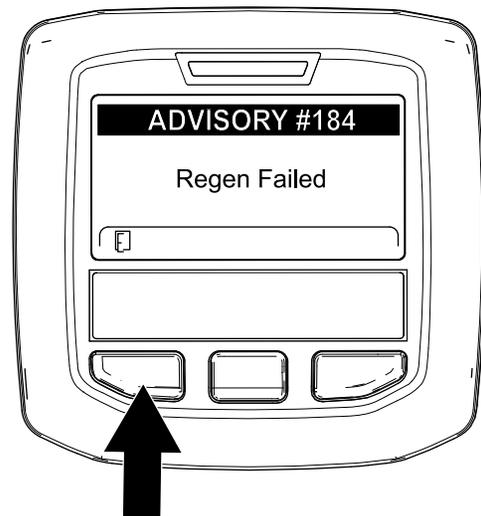

Figura 64
**Nota:** Se a regeneração não for concluída, o InfoCenter apresenta o Aviso N.º 184 (Figura 64). Prima o botão esquerdo para sair para o ecrã inicial.